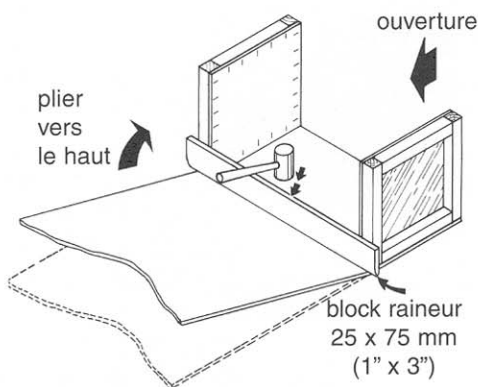

Figure 5.
10. Pour plier le carton ondulé, renverser la caisse partiellement montée afin que le carton repose à plat sur le plancher ou la surface de travail. Aligner l'arête vive du bloc-raineur contre le cadre de cèdre, tel que montré à la figure 5. Le bloc-raineur bien en position, le frapper à coups de